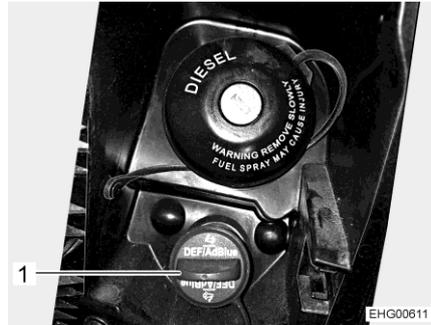
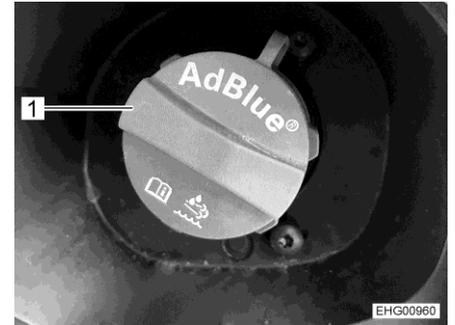

Fig. 12 Tubo de llenado para AdBlue® (Campeo/Eliseo)
Fig. 13 Tubo de llenado para AdBlue® (Delfin C)
- Girar la tapa azul (Fig. 12,1 o bien Fig. 13,1) en sentido contrario a las agujas del reloj y quitarla.